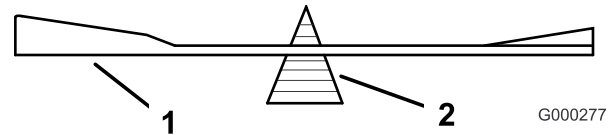
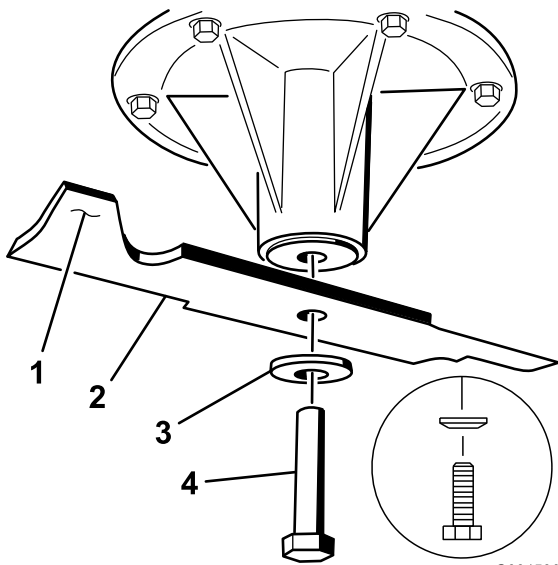

Figure 69
Figure 70
2. Vérifiez l'équilibre de la lame en la plaçant sur un équilibreur (Figure 69). Si la lame reste horizontale, elle est équilibrée et peut être utilisée. Si la lame est déséquilibrée, limez un peu l'extrémité de la partie incurvée seulement (Figure 70). Répétez la procédure jusqu'à ce que la lame soit équilibrée.
1. Placez la lame sur l'axe (Figure 70).
2. Installez la rondelle élastique et le boulon de la lame. Le cône de la rondelle élastique doit être dirigé vers la tête du boulon (Figure 70). Serrez le boulon à 115–150 Nm (85–110 pi-lb).